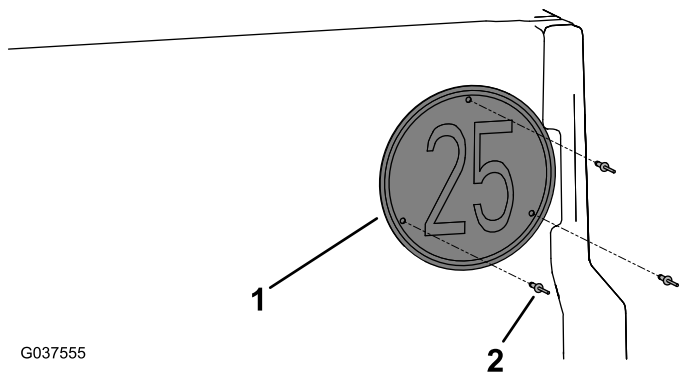

図 18
4. テールゲートに速度表示板を取り付けるポップリベット3/16 x 15/16"3本で図 18のように取り付ける。